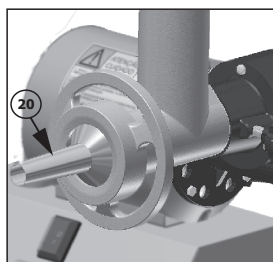

Figura 7
- Para o preparo de linguiça, coloque o funil (20) para encher linguiça antes do volante (39) conforme figura 7.